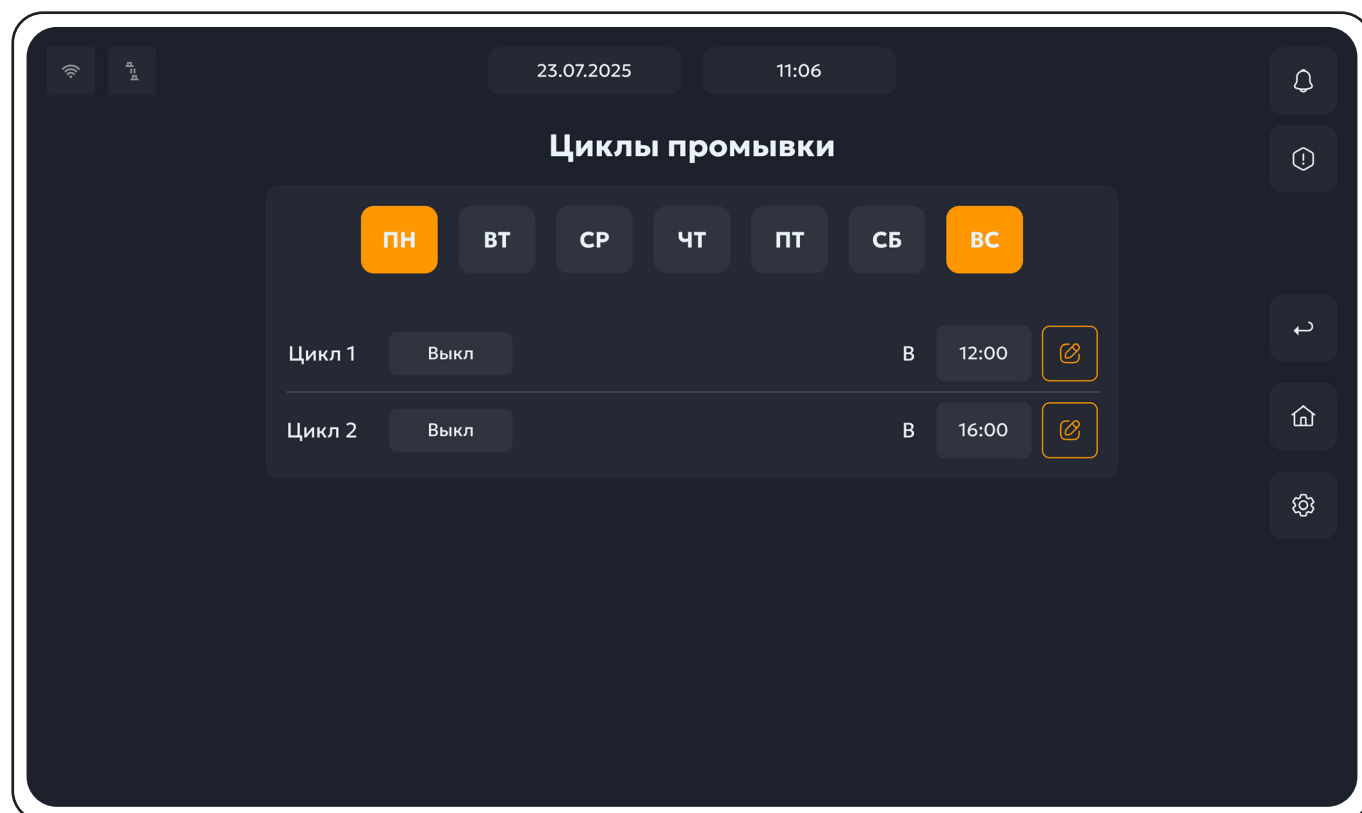

Рисунок 56. Меню настройки циклов промывки.
2. В пункте **Циклы промывки** нажать кнопку **"Настроить"**, откроется меню с настройкой циклов промывки (рис.56);